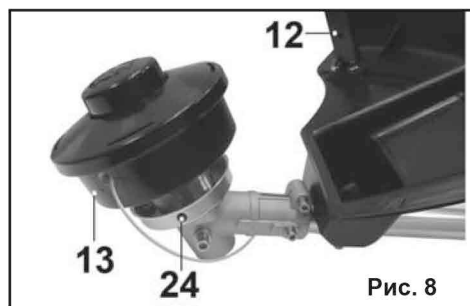

Рис. 8
7.5. Снятие и установка триммерной катушки (Рис.8)